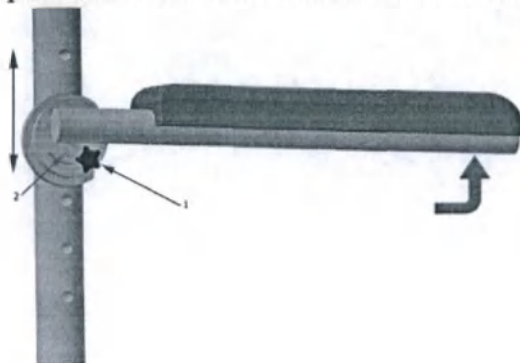

Рис. 1.8
5.4.5 Кресла оснащены откидными подлокотниками, имеющими мягкие накладки на поручнях. Для откидывания подлокотника, отверните барашек (поз.1, рис.1.8) и поднимите переднюю часть подлокотника вверх. Для того чтобы выставить подлокотник по высоте отверните ключом болт и выставляйте его по отверстиям на раме.